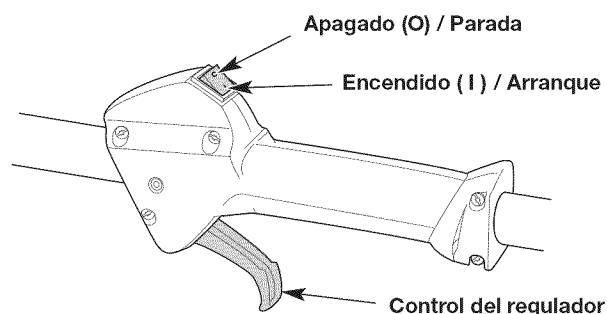

Fig. 7
**NOTA:** No hay necesidad de encender la unidad. El interruptor de Encendido/Apagado debe estar en la posición ENCENDIDO ( I ) en todo momento (Fig. 7).
6. **NO** oprima el control del regulador (Fig. 7). Tire de la cuerda con movimiento controlado y firme hasta que la unidad arranque (Fig. 10).
2. Oprima y no suelte el interruptor de control de Encendido y Apagado en la posición APAGADO ( O ) hasta que el motor se detenga por completo (Fig. 7).
**NOTA:** No hay necesidad de encender la unidad. El interruptor de Encendido/Apagado debe estar en la posición ENCENDIDO (I) en todo momento (Fig. 7).
6. **NO** oprima el control del regulador (Fig. 7). Coloque el accesorio Speed Start™ en el puerto Speed Start™ (Fig. 21). Consulte la sección *Operación* del manual del operador del accesorio Speed Start™.
2. Oprima y no suelte el interruptor de control de Encendido y Apagado en la posición APAGADO (O) hasta que el motor se detenga por completo (Fig. 7).